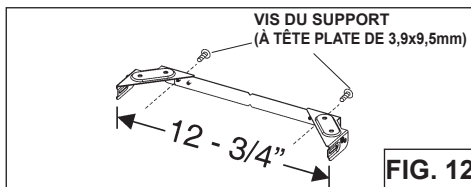

FIG. 12
1. Montez le support de montage du carneau en réglant la largeur extérieur comme indiqué. (Fig.12)